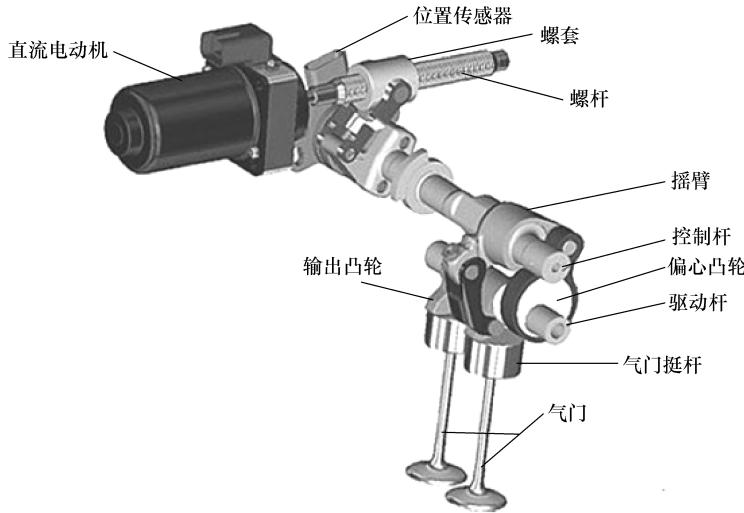

图 1-14 电子气门结构与工作原理
(1) 定义 电子气门技术就是电子气门调节系统，英文为“Valve Tronic”，主要依靠电子控制进气阀门开启的深度来控制进气量。
(2) 结构与工作原理 电子气门主要由直流电动机、位置传感器以及气门组件等组成，如图 1-14 所示。当踩下加速踏板时，信号以电子、数字方式传送给了发动机阀门上端的直流电动机。当直流电动机接到信号后会作适度转动，经由一套额外加的摇臂、控制杆、偏心凸轮等部件，然后改变进气阀门开启的深度来实现气门调节功能。